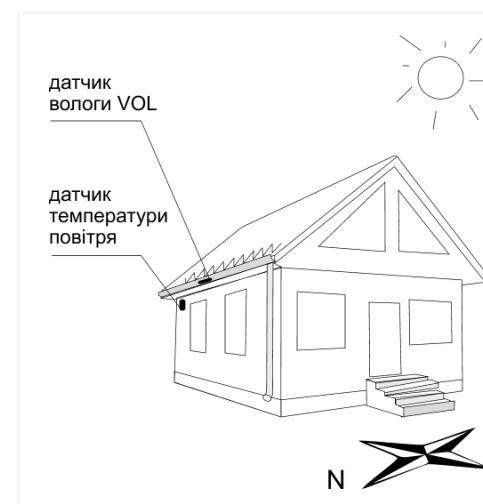

Рисунок 1. Розташування датчика волого та датчика температури повітря
- краще розташовувати датчик волого з північного або північно-західного боку споруди (рис. 1);